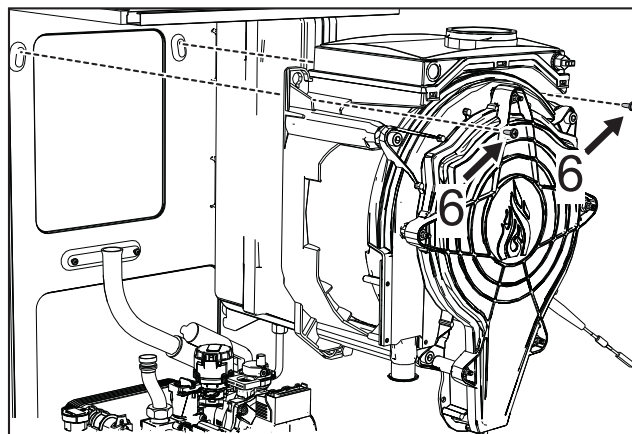

рис. 65
- Снимите 2 **верхних** винта "6" служащих для крепления теплообменника к раме (рис. 65)